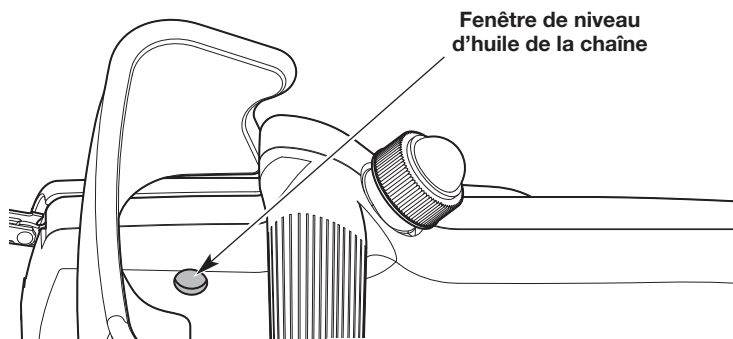

Fig. 28
2. Regardez dans la fenêtre de niveau d'huile de la chaîne, utiliser une lampe de poche si nécessaire. Le niveau d'huile doit remplir la fenêtre au moins à mi-chemin (Fig. 28). Si le niveau d'huile est trop bas, ajoutez de l'huile à guide et chaîne. Se reporter à la section *Remplissage du réservoir d'huile de la chaîne*.